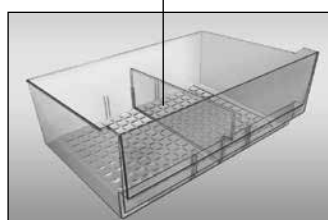

Figura 6
**3.1.3** Vasul (pentru legume sau fructe) are un separator în conformitate cu figura 6, care este instalat pe canelurile de ghidare într-una din cele trei poziții.